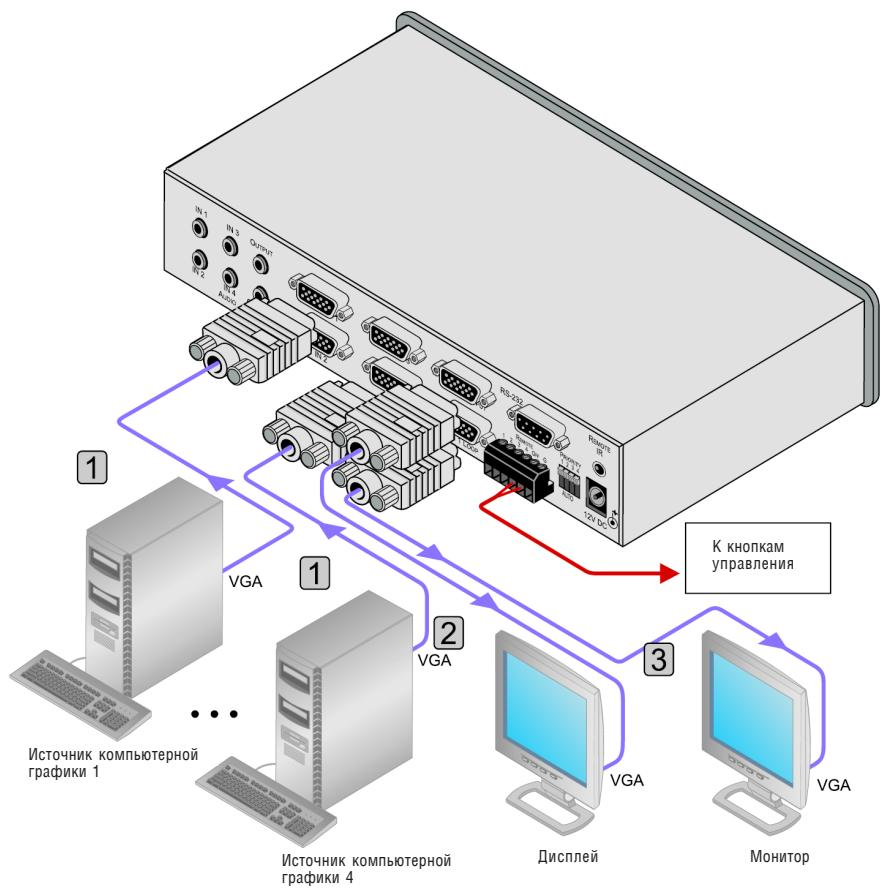

Рис. 3. Подключение VP-411DS
Метод подключения **VP-411DS** иллюстрирует рисунок 3. Перед подключением выключите питание всех устройств в системе. После выполнения подключений включите питание VP-411DS, а затем питание остальных устройств.
1. Подключите до 4-х источников сигнала UXGA/AUDIO (например, компьютеры) ко входам UXGA IN (типа HD-15) и AUDIO IN (3,5-мм гнёзда) (на рис. 3 аудиоподключения не показаны).